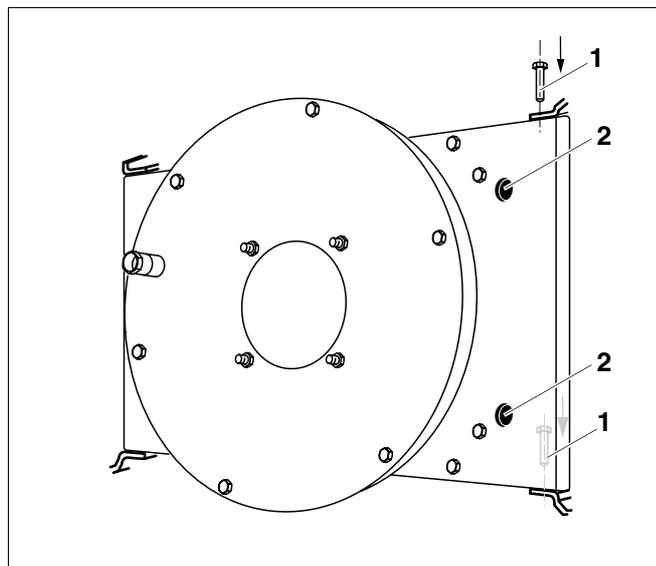

Fig. 21 Porta del bruciatore
I fori (fig. 21, **pos. 2**) sulla porta del bruciatore (2 a destra e 2 a sinistra) sono previsti per l'aggancio di una gru o di un paranco, p.es. per rimuovere completamente la porta.
- Estrarre i perni delle cerniere (fig. 21, **pos. 1**) dal basso verso l'alto.
- Reinscrivere la rondella e il perno sul lato opposto di ciascuna cerniera (fig. 21).